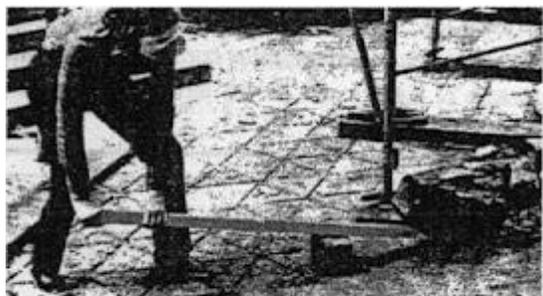

Figura 1. Una palanca es una máquina simple formada por un brazo rígido que actúa sobre un punto llamado punto de apoyo.
Una palanca es una máquina simple que puede multiplicar un pequeño esfuerzo para superar una gran resistencia. Una palanca parece una balanza. Tiene un brazo rígido que se balancea sobre un punto fijo llamado punto de apoyo. La mujer de la Figura 1 está utilizando una palanca simple. ¿Cuál es la resistencia? ¿Cómo se aplica el esfuerzo?
3. ¿Cuál es el punto de apoyo en la Figura 1?